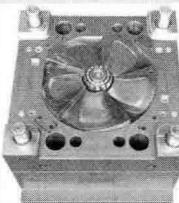

图 1-6 塑料扇叶的注塑模具
**行业知识链接：**塑料模具在塑料加工工业中和塑料成型机配套，赋予塑料制品以完整构型和精确尺寸的工具。由于塑料品种和加工方法繁多，塑料成型机和塑料制品的结构又繁简不一，所以，塑料模具的种类和结构也是多种多样的。如图 1-6 所示是塑料扇叶的注塑模具。